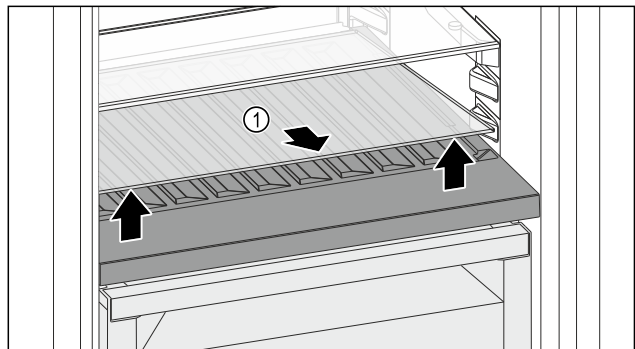

Fig. 165
- Soulever la plaque de verre Fig. 165 (1) au niveau de l'évidement avant et la retirer.
- Entreposer la plaque de verre Fig. 165 (1) dans un endroit sûr hors de l'appareil.
- Insérer la plaque de verre (2) sous le compartiment à bouteilles amovible.